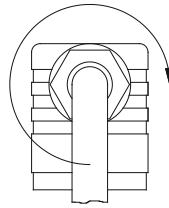
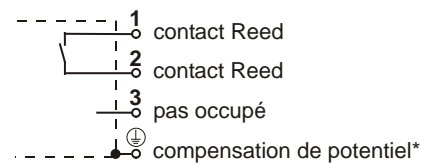

Fig. 9
Fig. 11
- ↳ Connecter les fils électriques comme indiqué sur le schéma des connexions (→ Fig. 11).
- ↳ Pousser l'intérieur ⑧ jusqu'à encliquetage dans la boîte de raccordement ②.
- ↳ Enficher la vis centrale ⑥ dans la boîte de raccordement ② et serrer le passe-câble à vis ⑤ M16x1,5 (→ Fig. 9).